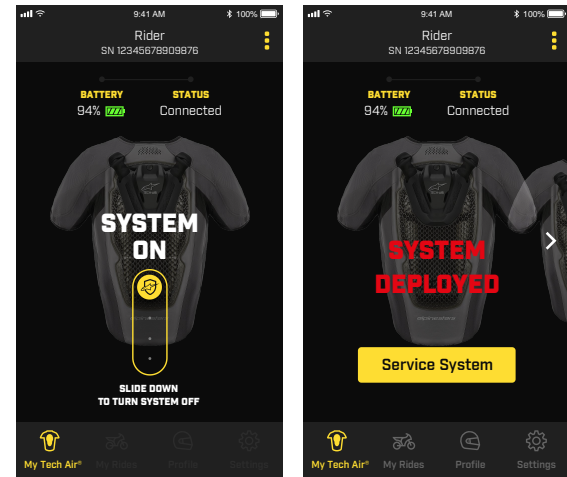

Abbildung 12
Die App liefert Informationen über den tatsächlichen Betriebsmodus des Systems, wobei überprüft wird, ob das System korrekt funktioniert oder nicht. Die auf dem Bildschirm angezeigte Anzeige "System On" zeigt an, dass der Systemcheck erfolgreich absolviert wurde und dass das System aktiv ist. Während der "System On"-Modus aktiv ist, kann der Benutzer aus Sicherheitsgründen nicht auf die meisten Funktionen der App zugreifen. Für den Fall, dass das System vom Benutzer deaktiviert werden muss, z. B. während einer schweren Geländefahrt, kann das System mit dem Schiebereglersymbol in der App ausgeschaltet werden (wie in Abbildung 12 dargestellt). Zur Reaktivierung verwenden Sie das Schiebereglersymbol oder öffnen und schließen Sie einfach die vordere Klappe (2). Von der App aus kann der Benutzer auch den tatsächlichen Einsatz des Systems während eines Unfalls überprüfen, da der Einsatz des Systems in der App angezeigt wird (siehe Abbildung 12, in der der Systemstatus angezeigt wird).